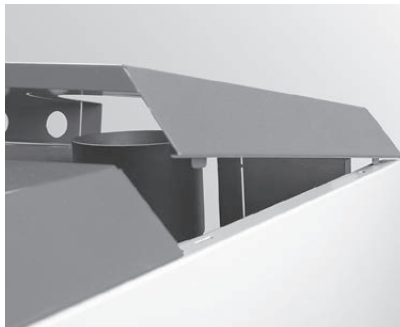

Fig. 142 Agganciare la copertura posteriore della caldaia
- ▶ Agganciare la copertura posteriore della caldaia negli intagli previsti sul rivestimento della parete laterale – Fig. 142.